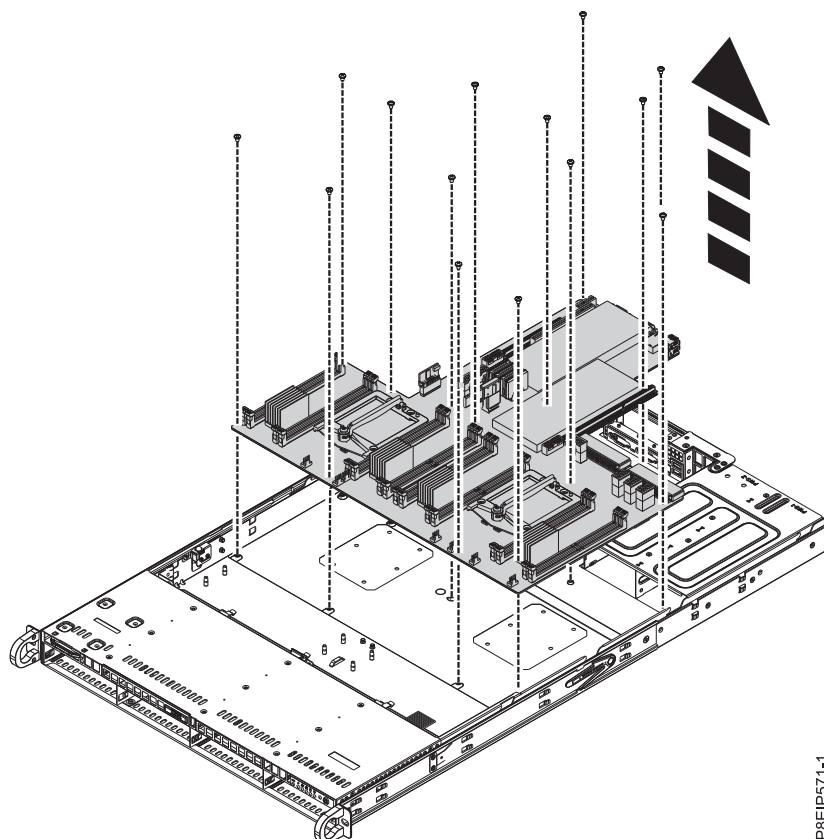

図 50. システム・バックプレーンを持ち上げて外す
11. 前面のケーブルを邪魔にならない位置に移動し、プロセッサ・ヒート・シンクを慎重に保持しながら、システム・バックプレーンを少し前方に移動し、持ち上げて外します。 50 ページの図 50を参照してください。